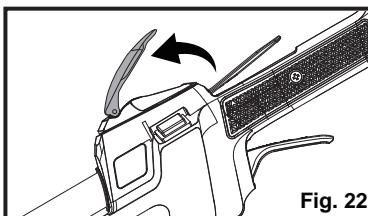

Fig. 22
- Levante la tapa del botón de arranque y presiónelo hasta que el motor encienda. Luego, active inmediatamente el seguro del acelerador y el gatillo para así encender la bordeadora (Fig. 22 - 25). La palanca de ahogue se moverá automáticamente hacia la posición RUN.